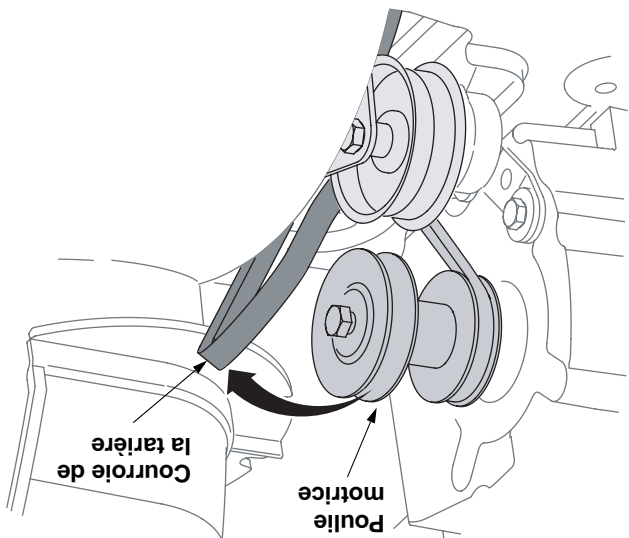

Figure 23
- Dégagez la courroie de la tarière de la poulie, comme à la Figure 23.
- Dégagez la courroie de la tarrière de la poulie, comme à la Figure 23.